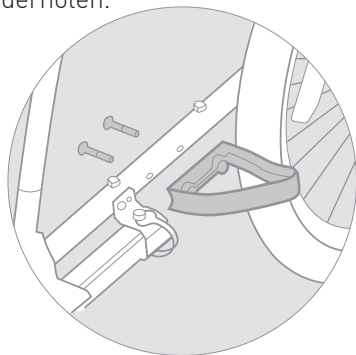

Abbildung 4
1. Bolzen der Radabdeckung durch das Rahmenrohr einführen. Die Löcher in den Radabdeckungen auf die Bolzen ausrichten. Mit dem Inbusschlüssel festziehen (Abbildung 4).